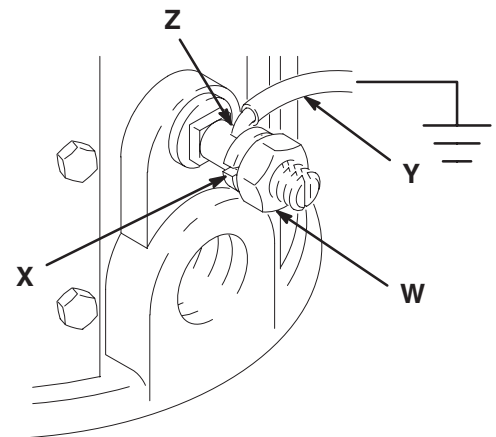

Abb. 1
1. *Pumpe*: Erdungsdraht und Klammer wie in Abb. 1 verwenden.